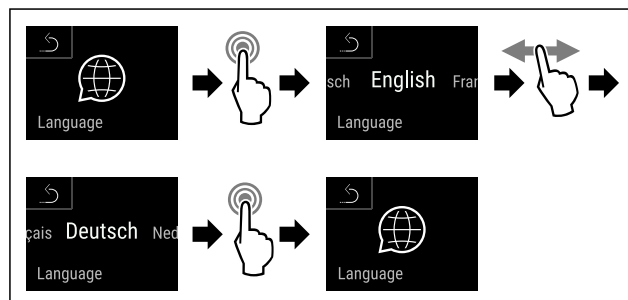

Fig. 104
- Handlungsschritte (siehe Fig. 104) durchführen.